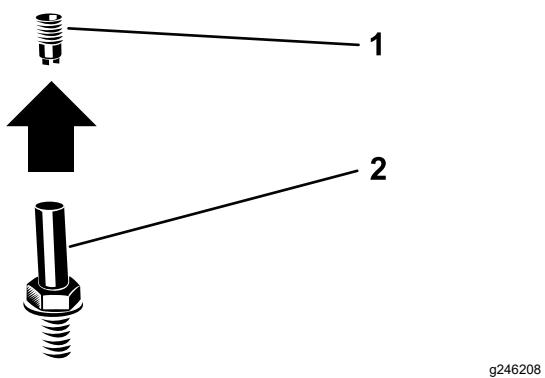

図 5
2. ビーコンのソケットからビーコン用コネクタを外す図 5。